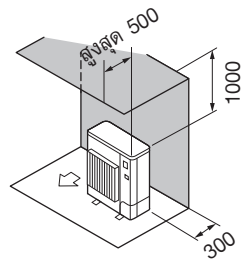

Fig. 2-7
- ② มีสิ่งกีดขวางที่ด้านหลังและด้านบนเท่านั้น (Fig. 2-7)